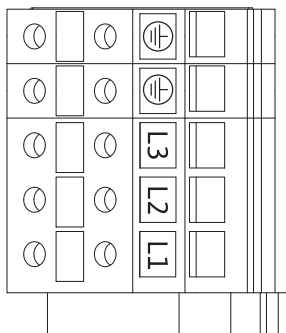

Fig. 25: Мощностни клеми
- Силови клеми (мрежови клеми) (Fig. 25)